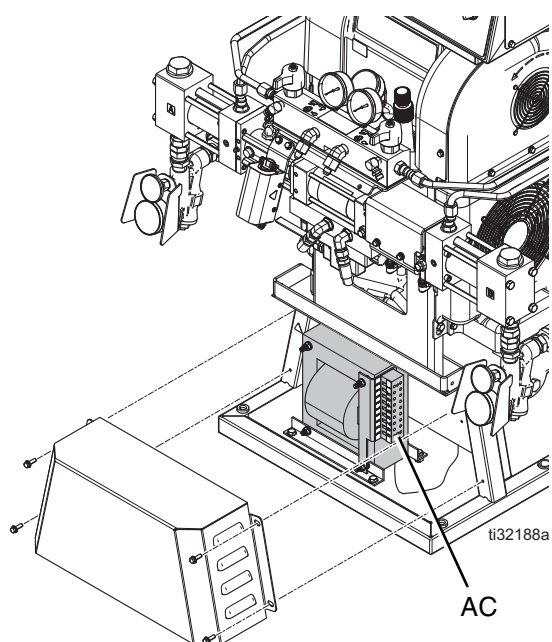

FIG. 13 : Couvercle du transformateur du tuyau
2. Enlever le couvercle du transformateur. Voir FIG. 13.
4. Remettre le couvercle du transformateur. Voir FIG. 13.